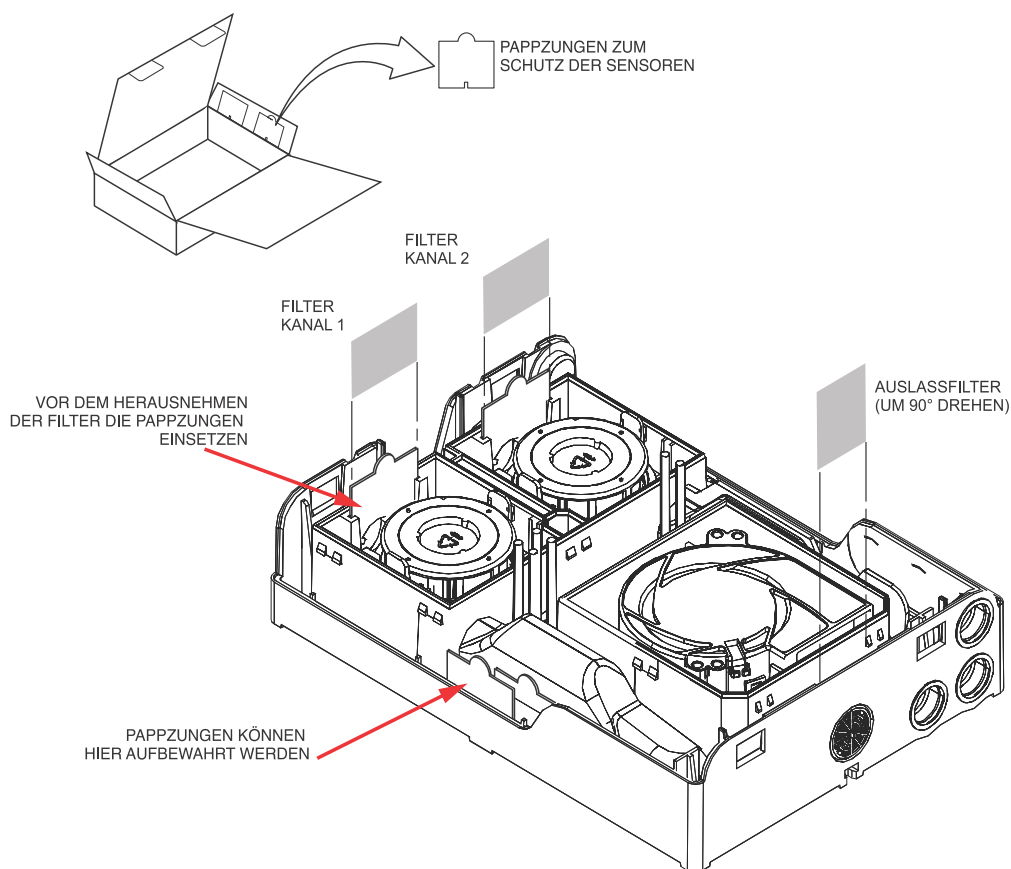

Abbildung 8-2: Austausch des Filters
Bei der Wartung sollten die Sensoren geschützt werden, wenn die Filter entfernt werden. Der Versandkarton ist mit vier Schutzlaschen aus Pappe versehen, die entfernt und anstelle der Filter eingesetzt werden können, um sie zu schützen. Siehe Abbildung 8-2.
2. Lösen Sie mit einem kleinen Schraubendreher die sechs Verriegelungslaschen und entfernen Sie die Sensorabdeckung (siehe Abbildung 8-2). Der Filterdeckel und die Gummidichtung können beim Abnehmen des Deckels zusammenkleben. Üben Sie Druck aus, um die Sensorabdeckung abzuziehen.